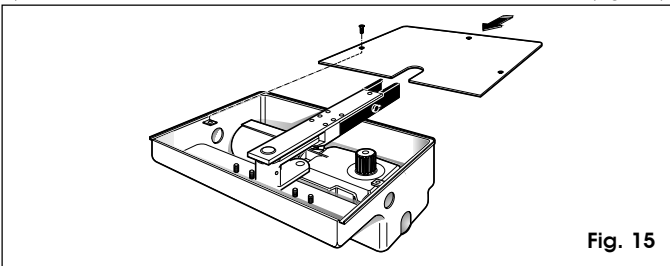

Fig. 15
4) Fijar la tapa de la caja con los tornillos respectivos (fig. 15).